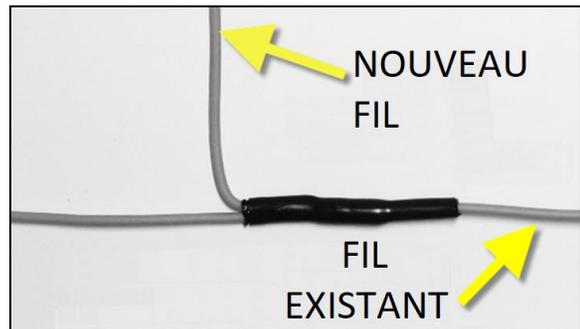

FIGURE 13
37. Installer un bout de tube thermos rétrécissable pour rendre étanche comme montré dans la Figure 13.
45. Installer un tube thermorétrécissable pour rendre étanche, comme montré à la Figure 13.